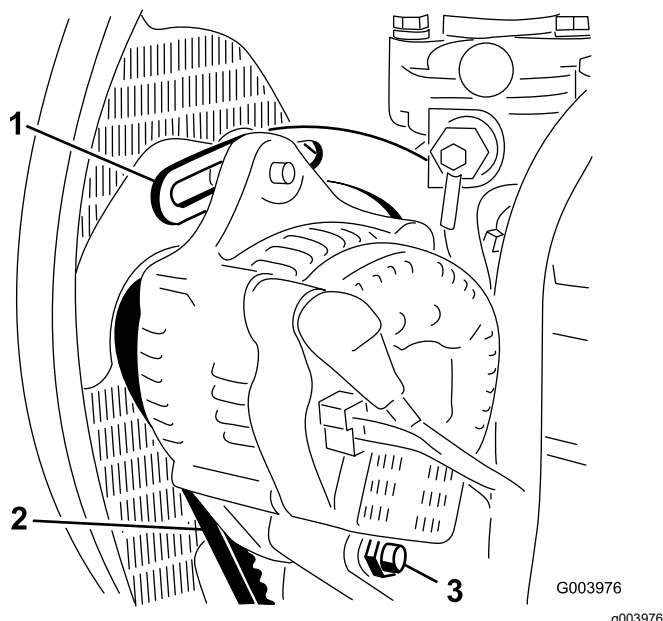

Figura 55
2. Controllate la tensione della cinghia dell'alternatore premendola (**Figura 55**) al centro tra le pulegge dell'alternatore e dell'albero a gomito con una forza di 10 kg.
3. Allentate il bullone che fissa il supporto al motore (**Figura 55**), il bullone che fissa l'alternatore al supporto ed il bullone di rotazione.